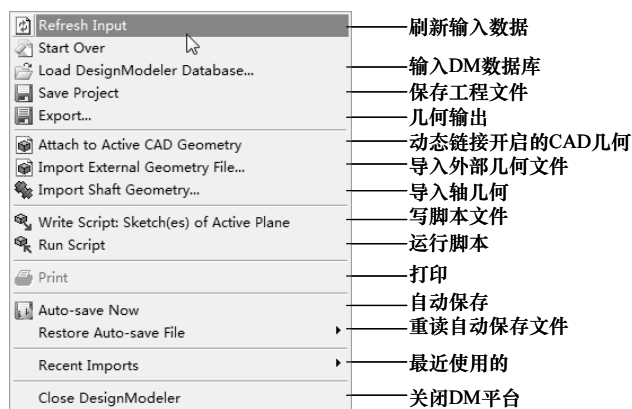

图 2-2 【File】菜单
(1) 【File】菜单 【File】菜单用于进行文件操作，包括常规文件输入、输出、与 CAD 交互、保存数据库文件以及脚本的运行功能，如图 2-2 所示。